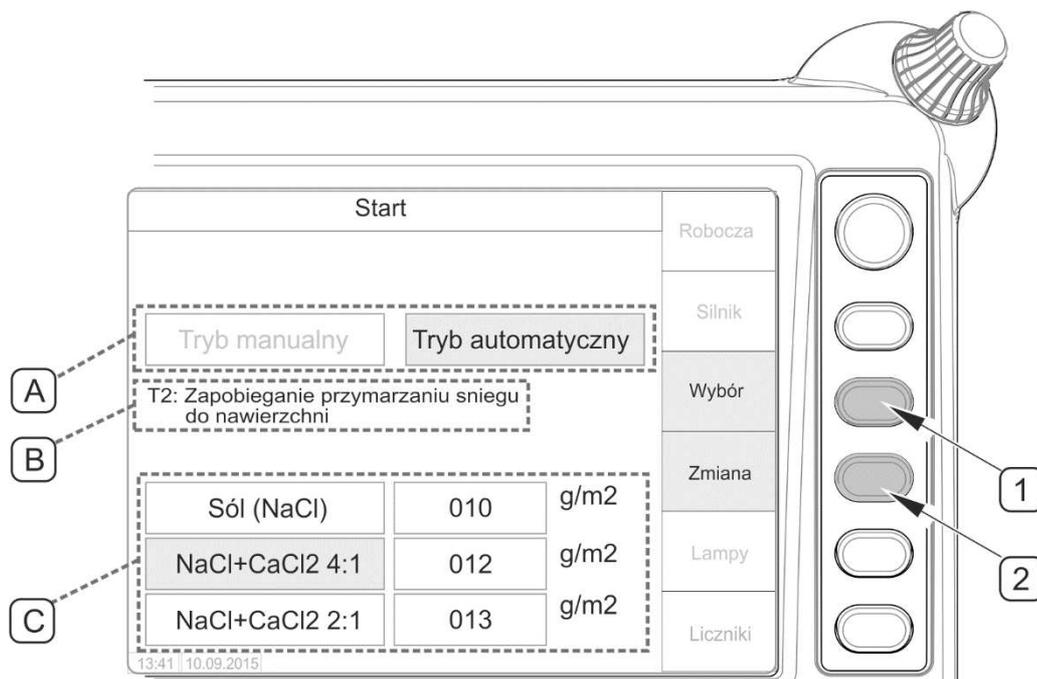

ABBILDUNG 4.27 Auswahl des Automatikbetriebs (Option)
- Auf der Startseite „Start“ des Steuerpults (ABBILDUNG 4.27) über die Taste (1) das Feld (A) für die Auswahl der Betriebsart markieren.
- Über die Taste (2) „Ändern“ den „Automatikbetrieb“ auswählen,
- Über die Taste (1) „Auswahl“ eine der drei festgelegten Betriebsarten T1,T2,T3 auswählen,
- Mithilfe der Taste (1) das Feld (C) markieren und anschließend mit der Taste (2) „Ändern“ auswählen und mit (C) das sich im Behälter befindende Streumittel